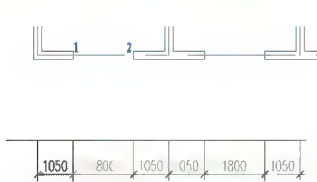

图 3.44 选择基准标注
(2) AutoCAD 自动连接的标注不是所需要的标注，所以在指定第二条尺寸界线原点或 [放弃(U)/选择(S)] <选择>: 提示下，按 Enter 键执行尖括号内的默认值“选择”，表示要重新选择基准标注。
① 在选择基准标注: 提示下，将光标放在如图 3.44 所示的“1050”尺寸线的左侧，然后单击以选择基准标注。